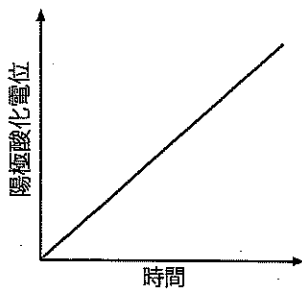
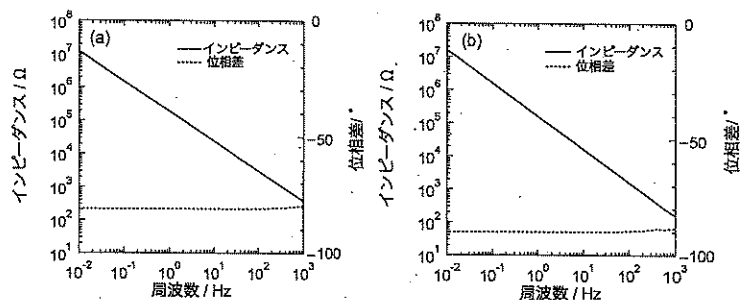

図1 陽極酸化電位と時間の関係
図2 交流特性
問(1) ある金属を電解液に浸漬して、一定の電流で陽極酸化すると酸化物皮膜が形成した。その際に、陽極酸化電位を測定したところ図1のような変化が測定された。条件を変えて陽極酸化した後に中性の電解液中で周波数を変えて交流特性（インピーダンスと位相差）を測定して図2のような結果を得た。以下の(A)～(C)に答えなさい。ただし、電流は全て酸化物皮膜の形成に使用されたものとする。
- (A) 図1から、酸化物皮膜の厚さは時間に対してどのように変化したかを答えなさい。
- (B) 図1をもとにしてこの金属を陽極酸化して電気容量の異なるキャパシタを作製する方法を答えなさい。なお、金属の表面積は同一とする。
- (C) 図2の(a)と(b)、どちらの特性を示す酸化物皮膜がキャパシタの誘電体として適しているかを判断理由とともに答えなさい。